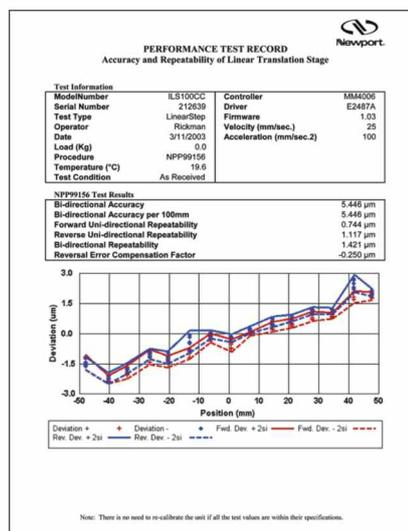

図2：検査報告書の例
30年以上に渡って、Newport総合カタログは、研究者、科学者、エンジニアの方々にとって技術、発見、製品開発の進展のための参照用の標準として用いられてきました。製品の大きさの縮小、精度と分解能の向上の要求、ナノメートルスケールのデバイスが扱われる今日の世界では、最高級品質の部品を利用可能にすることは極めて重要です。そのために、NewportはXM、GTS、IMS、ILS、MTM、UTS、MFA、VP、RGV、RV、URS、PR/SR、LTA、およびTRAそれぞれの製品毎に、軸上精度、再現性、軌道の誤差(たとえば直進ステージにおけるピッチとヨー、および、回転ステージにおける回転軸の角度偏差と偏心)に関する検査方法と検査データを提供しております。検査データシートサンプルを下の図2に示します。
• **XM、GTS、IMS、ILS、MTM、UTS、MFA、VP、RGV100BL、RV、URS、PR/SR、LTAとTRA製品に対する検査報告書（図2）は、お客様に追加費用無しに提供致します。**これらの検査報告書は当社製品の性能を保証するだけでなく、バックラッシュの補正、エラーマッピング、あるいは線形補正などによって位置決め製品の性能をユーザーが向上させることを可能にするのに十分に詳細な情報を提供します。